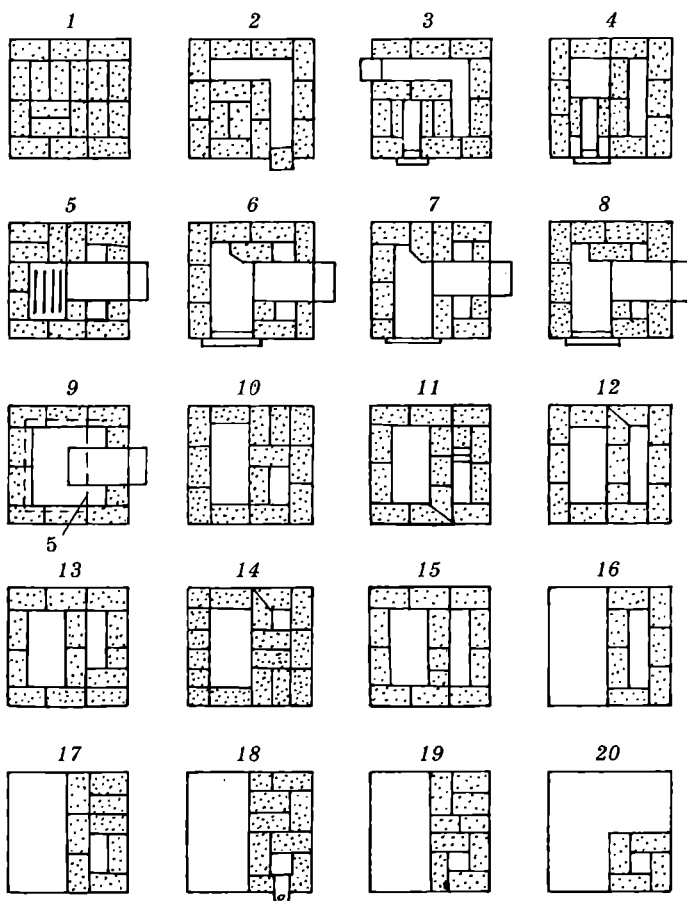

Рис. 120. Порядовка кладки печи-каменки
- В первом ряду ведите сплошную кладку (рис. 120).